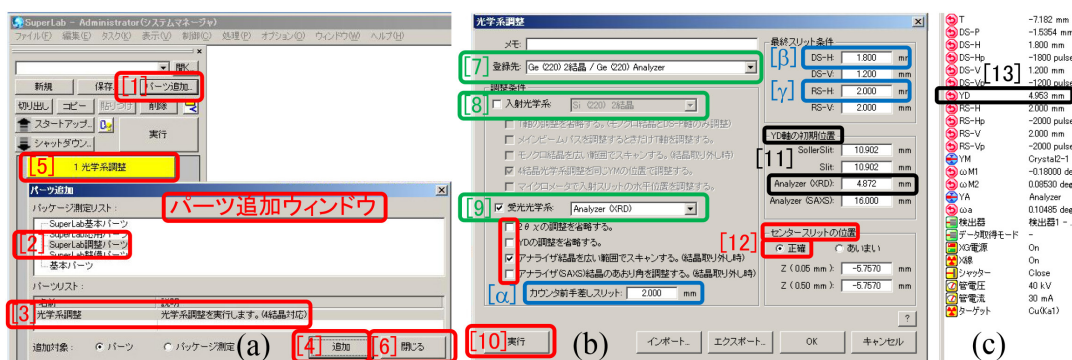

図 1.19. 受光光学系の調整 (Ge (220) 2 結晶 /Ge (220) Analyzer 光学系)
図 1.19(a) で [1]-[4] の順にクリックして「[5] 光学系調整」パーツを呼び出たあと右下「[6] 閉じる」をクリックしてください。黄色の「[5] 光学系調整」をクリックすると図 1.19(b) が開きます。「[7] 登録先」プルダウンメニューからは「Ge (220) 2 結晶 / Ge (220) Analyzer」を選択、「[9] 受光光学系」にはチェックを入れてプルダウンメニューからは「Analyzer (XRD)」を選択します。その下のチェックボックスは赤枠内に示したよう設定します。入射光学系は §1.3[p.2] で精密調整が終了しているので、「[8] 入射光学系」のチェックボックスをアンチェックします。「[a] カウンター前手差しスリット」「[β] DS-H」「[γ] RS-H」は測定手法によって表 1.1[p.2] を参照して入力します。「[12] センタースリットの位置」は「正確」ラジオボタンにチェックを入れます。図 1.19(b) 左下の「[10] 実行」ボタンをクリックして続行します。